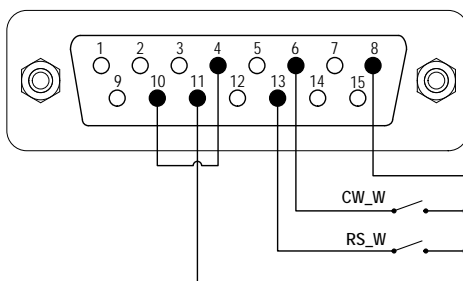
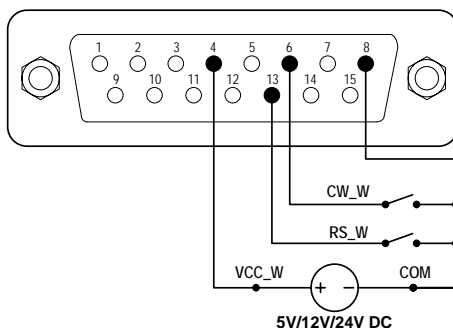

Abbildung 17. Logikpegel-2-Steuerung mit der internen 12V-Stromquelle
Abbildung 18. Logikpegel-2-Steuerung mit einer externen Stromquelle
- 1) Schalten Sie die Stromversorgung aus. Verdrahten Sie den DB15-Stecker wie in Abbildung 17 oder Abbildung 18 und verbinden Sie ihn mit dem DB15-Anschluss auf der Rückseite der Pumpe.